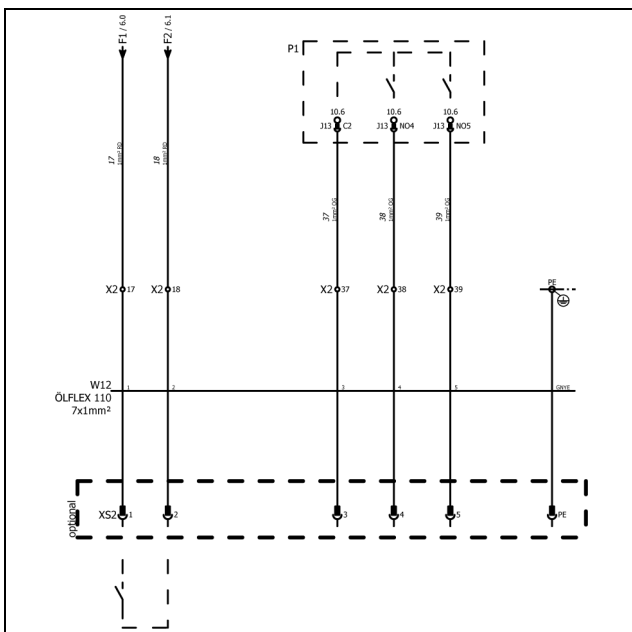

Fig. 30 : Système d'indication
- Raccorder les conducteurs identifiés du câble de raccordement à la commande, conformément au schéma de connexions électriques (fig. 30).